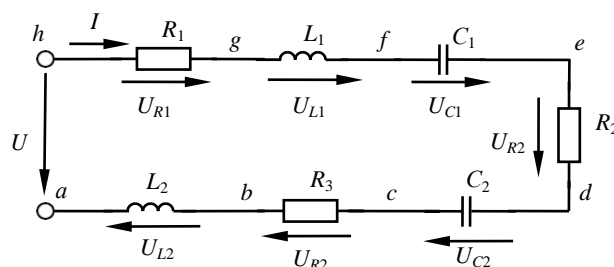

Рис. 6. Схема электрической цепи
**Задача 2.** Для электрической цепи, схема которой изображена на рис. 6, определить напряжения на элементах схемы, ток, активную, реактивную и полную мощности. Построить в масштабе векторную топографическую диаграмму напряжений.